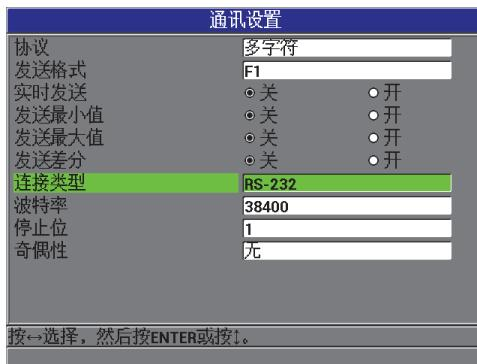

图 6-4 通讯设置屏幕 — RS-232
1. 在仪器显示测量屏幕时，按 [设置菜单] 键，然后选择通讯，以显示通讯设置屏幕（参见第 100 页的图 6-4）。